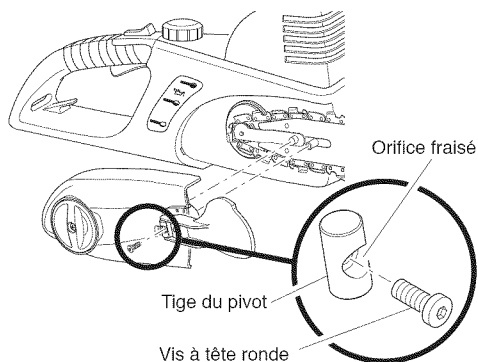

Figure 18 - Insertion de la vis à capuchon plat dans la tige du pivot
4. Placer le levier, en position ouverte, sur le couvercle de pignon (voir la Figure 18).
**IMPORTANT** : La vis à capuchon plat doit s'insérer dans l'orifice fraisé de la tige de pivot du levier (voir la Figure 18). Le levier ne fonctionnera pas correctement si la vis à capuchon plat n'est pas correctement installée.